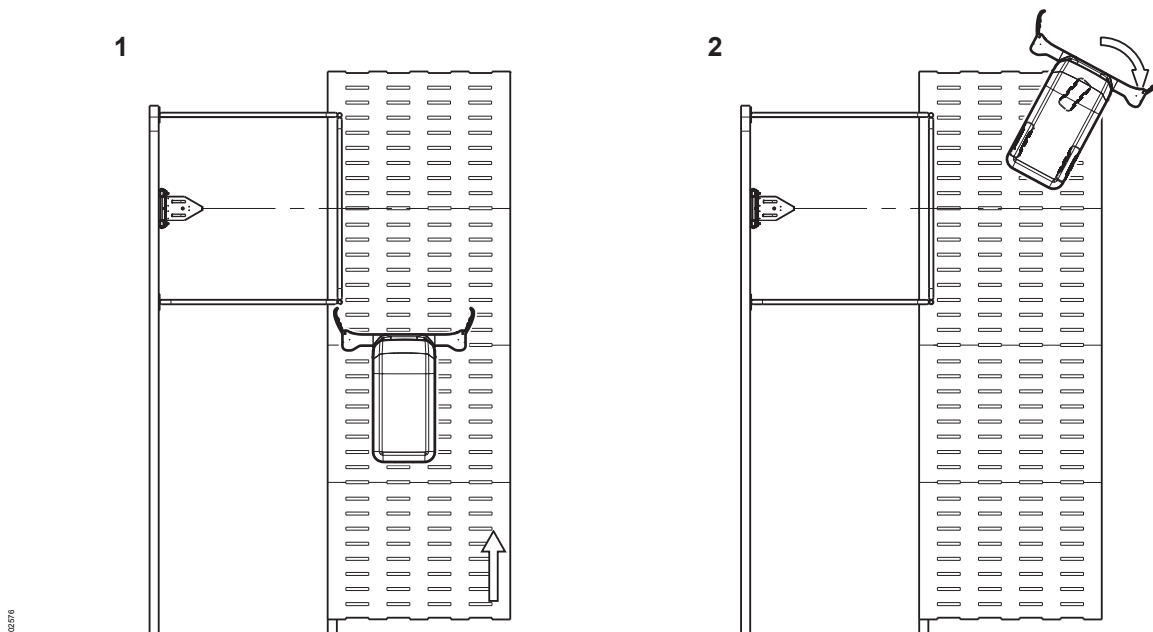

Fig. 30: Parkere robotskrapen.
7. Kjør forbi ladestasjonen og styr samtidig bort fra den. Se 2 under Fig. 30.